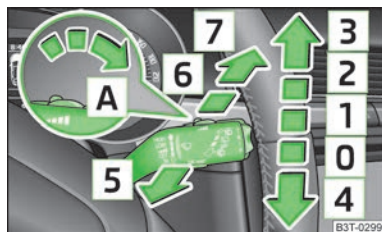

Fig. 47
- Si está conectado el barrido lento [2] » fig. 47 de la página 62 o rápido [3] y la velocidad del vehículo disminuye por debajo de 4 km/h se conectará la velocidad de barrido inmediatamente inferior. En caso de aumentar la velocidad a más de 8 km/h se restablecerá el anterior barrido.
- Si se desea limpiar el parabrisas sólo **brevemente**, empujar la palanca a la posición de suspensión elástica [4] » fig. 47. Si se mantiene la palanca en la posición inferior durante más de 1 segundo, el limpiaparabrisas funcionará con mayor rapidez.
- Levantar la palanca a la posición [1] » fig. 47.
- Levantar la palanca a la posición [2] » fig. 47.
- Levantar la palanca a la posición [3] » fig. 47.
- Tirar de la palanca hacia el volante a la posición de suspensión elástica [5] » fig. 47; el sistema lavacristales funciona inmediatamente, las escobillas limpiarán un poco después. A una velocidad superior a 120 km/h, los sistemas lavacristales y limpiacristales trabajan al mismo tiempo.
- Colocar la palanca en la posición [1] » fig. 47.
- Empujar la palanca, apartándola del volante, a la posición [6] » fig. 47, la escobilla barrerá cada 6 segundos.
- Tirar de la palanca del volante hacia adelante en la posición suspendida [7] » fig. 47; el sistema lavacristales funcionará inmediatamente, la escobilla limpiarán un poco después. Mientras se mantenga la palanca en esta posición, funcionarán el limpiacristales y el sistema lavacristales.
- Volver a colocar la palanca en la posición básica [0] » fig. 47.
Si la palanca del limpiaparabrisas está en la posición 2 » fig. 47 de la página 62 o 3, y se circula a una velocidad superior a 5 km/h, se produce un barrido en la luneta posterior cada 30 segundos o 10 segundos.
- Presionar durante 5 segundos cinco veces la palanca de mando en la posición 6 » fig. 47 de la página 62.
Los faros se limpiarán después del primer y tras cada quinto rociado del parabrisas si está conectada la luz de cruce o de carretera y se ha mantenido la palanca del limpiaparabrisas durante aprox. 1 segundo en la posición 5 » fig. 47 de la página 62.
- A continuación, empujar en el transcurso de 10 segundos la palanca del limpiaparabrisas a la posición **4** » fig. 47 de la página 62 - los brazos de las escobillas se desplazarán a la posición de servicio.
- Conectar el encendido y presionar la palanca del limpiaparabrisas a la posición **4** » fig. 47 de la página 62, los brazos de las escobillas se desplazarán a la posición de servicio.